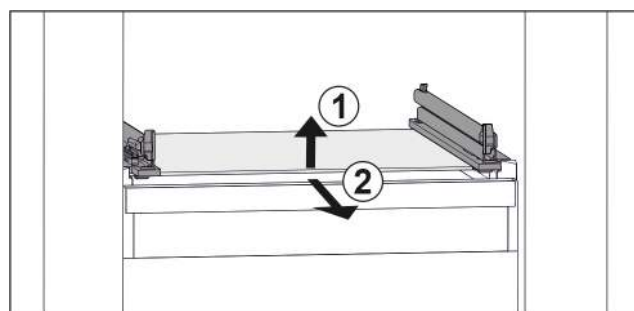

Fig. 36 Примерное отображение стеклнной пластины
- ▶ Приподнимите стеклнную пластину спереди. Fig. 36 (1)
- ▶ Извлеките стеклнную пластину движением вперед. Fig. 36 (2)